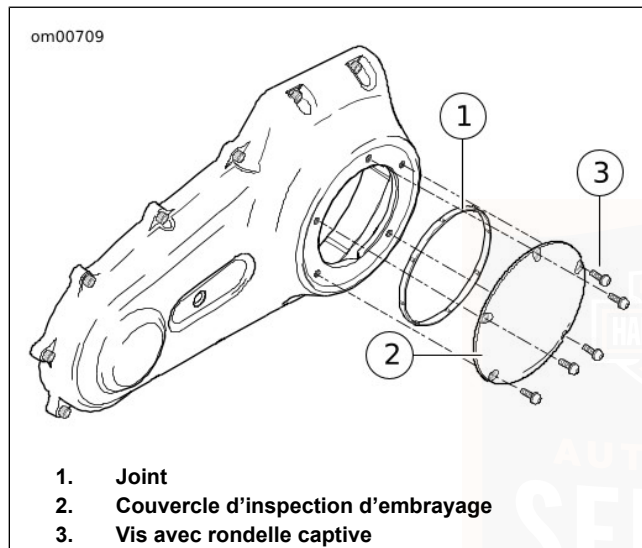

Figure 29. Couvercle d'embrayage : modèles Dyna
2. Voir la Figure 29. À l'aide d'un embout T-27 TORX, retirer les cinq vis (3) (avec les rondelles captives) pour enlever le couvercle d'inspection de l'embrayage (2) du couvercle du carter de la chaîne primaire.